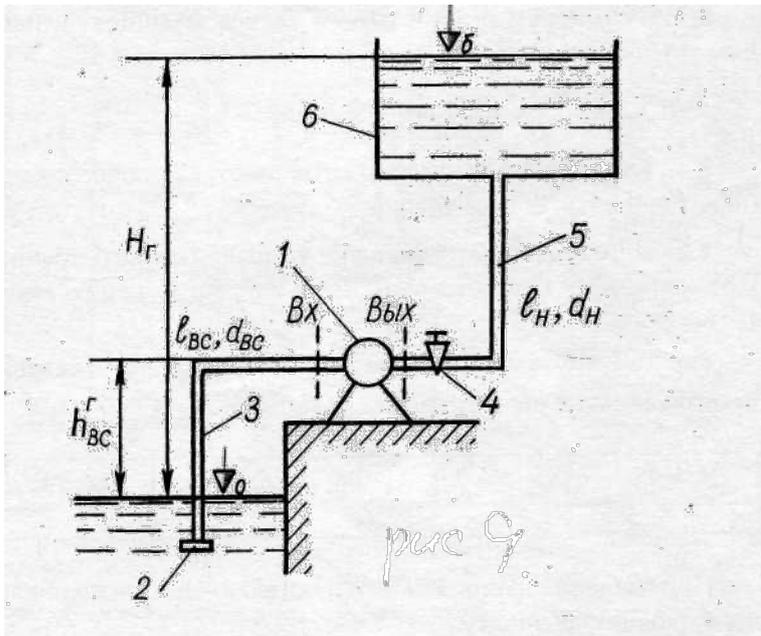

Рис.2.1 Схема насосной установки с центробежным насосом:
3. Выбираем место водозабора и расположения водонапорной башни (рис.2.1).